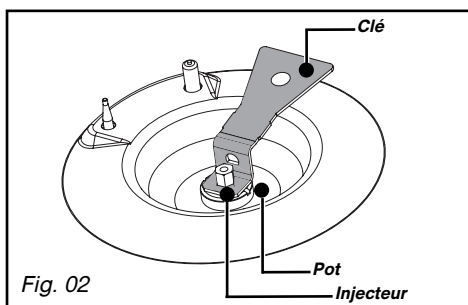

Fig. 02
– **Raccordement avec un tuyau flexible** caoutchouc renforcé à **embouts mécaniques** vissables (conforme à la norme XP D 36-112) dont la durée de vie est de 10 ans (Fig. 02).
- Dévissez à l'aide de la clé fournie les injecteurs situés dans le fond de chaque pot et ôtez-les (Fig. 02).
— Appuyez 2 fois sur la touche  (Fig. 02).